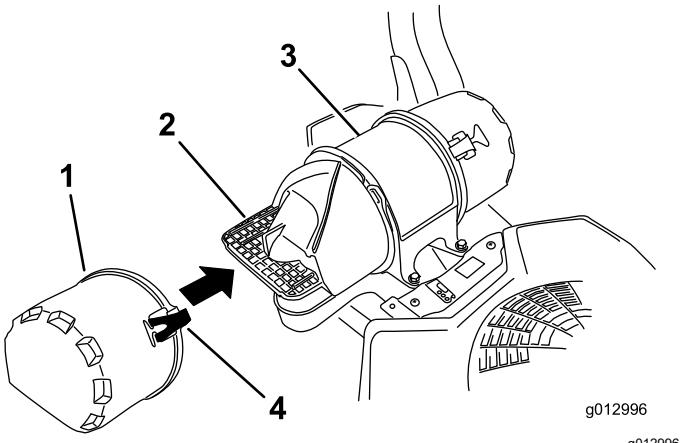

Figure 41
- Ouvrez les dispositifs de verrouillage du filtre à air et séparez le couvercle d'entrée d'air du boîtier du filtre (Figure 41).
- Reposez le couvercle d'entrée d'air et fixez-le avec les verrous (Figure 41).